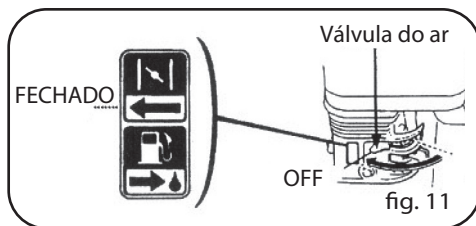

fig. 11
7. Colocar a alavanca da válvula de ar na posição "FECHADO" (Fig. 11).